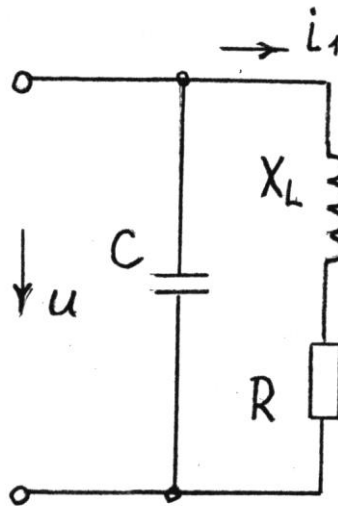

Рис.8.
8. Коефіцієнт потужності установки (рис.8), яка містить опори X_L та R , складає $\cos \varphi = \sqrt{3}/2 = 0,865$. Напряга мережі $U = 380$ В, струм установки $I = 24$ А, частота $f = 50$ Гц. Визначити величину ємності батареї конденсаторів, яка забезпечить роботу установки з $\cos \varphi = 1$.